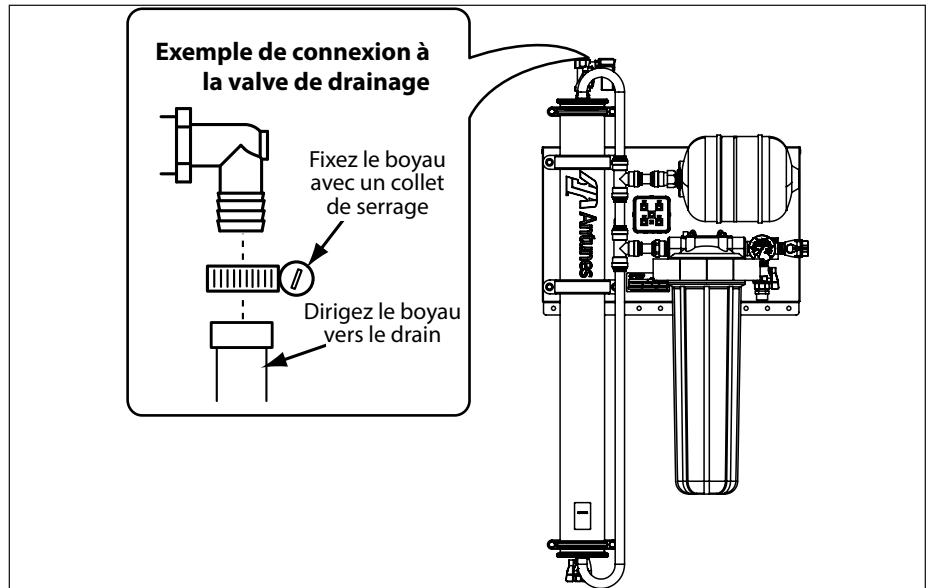

Figure 3. Connexion à la valve de drainage
2. Connecter une extrémité du tuyau à la valve de drainage avec un raccord approprié (non fourni) (Figure 3).